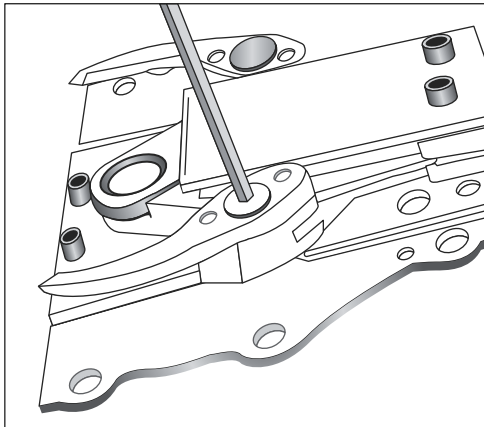

Figure 15
3. Desserrez les vis à l'aide d'une clé Allen 3 mm. (Voir Figure 15)